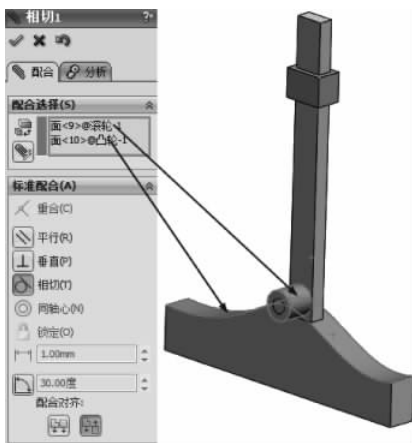

图 3-39 相切配合
(9) 选择【标准配合】选项组下的【相切】配合类型,在【要配合的实体】选择框中选择如图 3-39 所示的面,其他保持默认,单击【确定】按钮,完成相切配合。